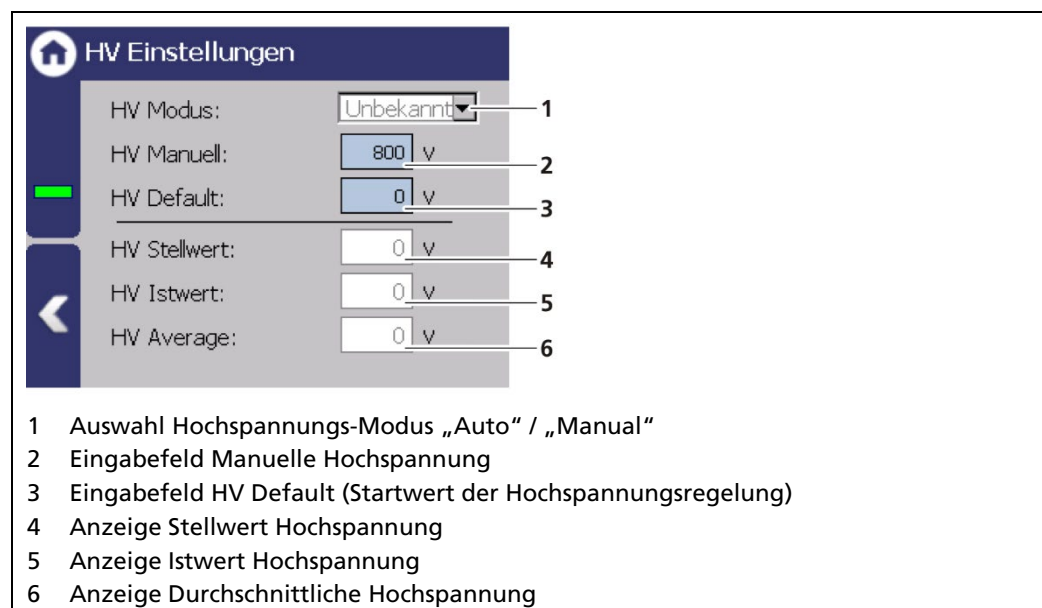

Abb. 66 HV Einstellungen
1. Klicken Sie auf den Auswahlpfeil (Abb. 66, Pos. 1), um den gewünschten HV Modus (Auto oder Manual) einzustellen.
- ▶ MANUAL: Die Hochspannung wird auf einen festen, vom Nutzer eingegebenen Wert (Abb. 66, Pos. 2) gehalten.
2. Klicken Sie in das Eingabefeld „HV Default“ (Abb. 66, Pos. 3) um das Eingabefeld zu öffnen.